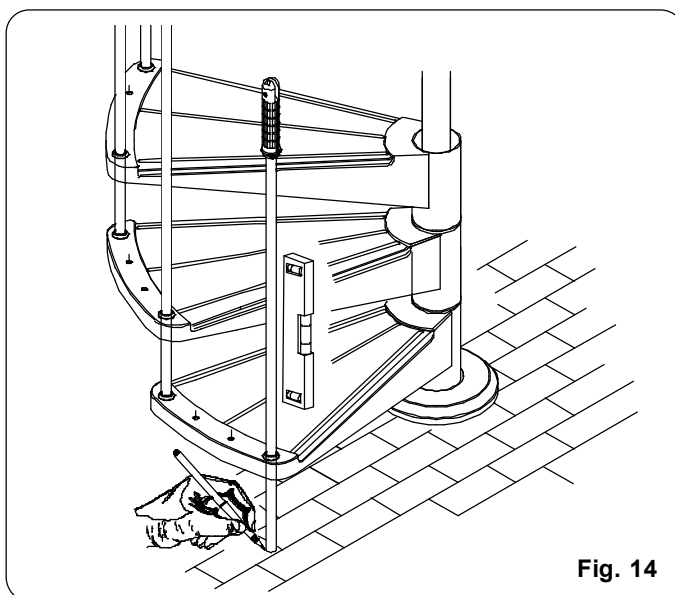

Fig. 14
(servirsi eventualmente di una livella come illustrato in fig. 14).
- After reaching the first step, the column needs to be anchored. Proceed as follows: trace the column centre on the ground and make sure that the column is as vertical as possible (if necessary use a level as shown in fig. 14).
marquer au sol le centre de la colonne, en ayant soin que la colonne soit le plus verticale possible. (au besoin, utiliser un niveau comme illustré fig. 14).
Die Geländerstangenmitte am Boden markieren; dabei muss die Geländerstange so vertikal wie möglich sein. (ggf. wie in der Abb. 14 gezeigt eine Wasserwaage verwenden).
marque en el suelo el centro de la columna, procurando que quede lo más vertical posible. (ayúdese con un nivel como se indica en la fig. 14).